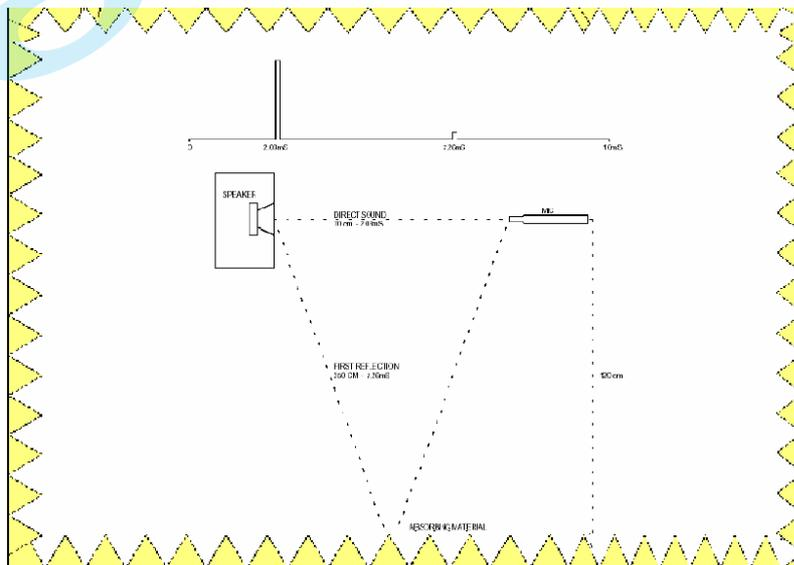
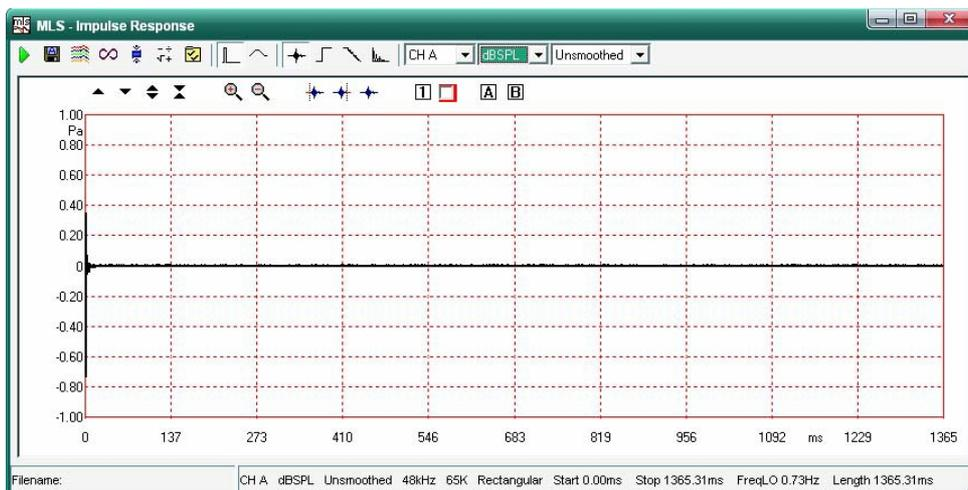
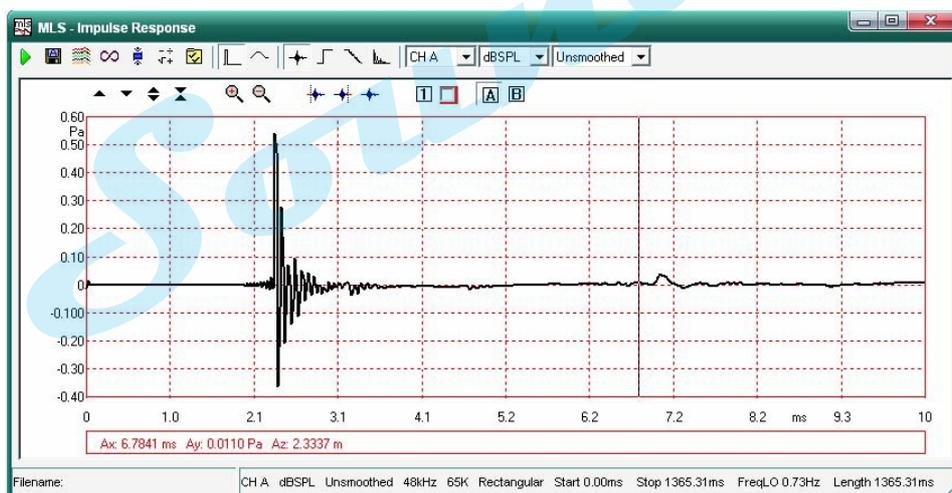

图9-7
图9-13
图9-14
推荐的优选MLS 频响测量室内空间与摆放示意图9-7。
4) MLS&LogChirp 频率测量面板点时域图标进入如图9-13 的时域操控面板时间轴从0~1365 毫秒。从我们推荐的图9-7 测量摆放示意图可知0~10 毫秒的时域才是测试的覆盖时域，所以我们只需要选取0~10 毫秒的时域进行放大分析即可。时间轴的放大操作请参照6.3 H 轴放大操作，获得如图9-14 的测试的覆盖时域界面。